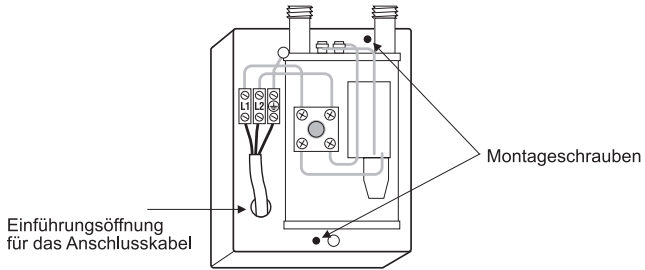

Abbildung 3
1. Die Bohrlöcher für die Dübel mit Hilfe der beiliegenden Montageschablone bestimmen, an der Wand kennzeichnen und bohren. Die Einführungsöffnung für das Anschlusskabel bestimmen und es mit dem Durchflusswärmer auf eine in der Abbildung 3 und 4 vorgesehene Art und Weise verbinden.